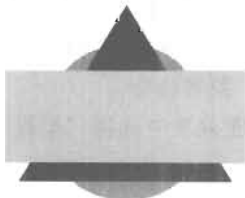

图 4-27
(3) 单击“置于对象之上”按钮 , 把三角形置于圆和矩形中间, 如图 4-27 所示, 命令执行过程如下。